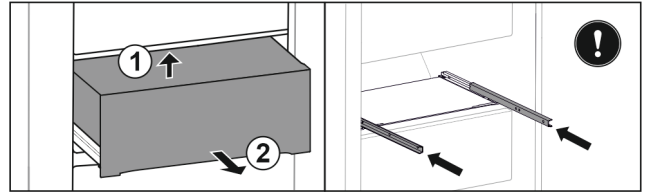

Fig. 114
- ▶ Sollevare il cassetto dal basso sul lato posteriore. Fig. 114 (1)
- ▶ Rimuovere il cassetto tirandolo in avanti. Fig. 114 (2)